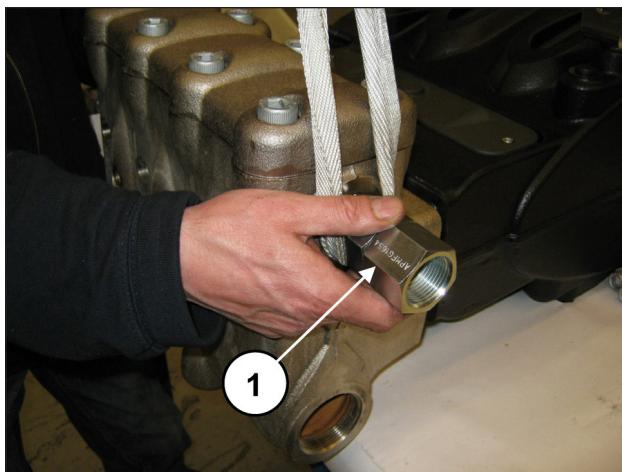

Fig. 106
Durante el desmontaje de la cabeza, no golpear los pistones (pos. ①, Fig. 106).